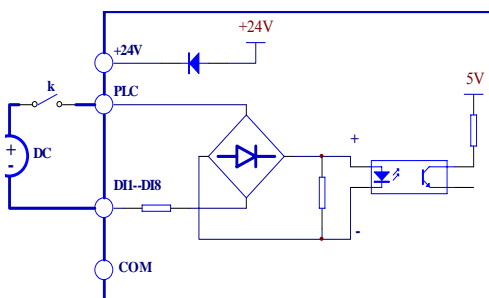

图 3-20 使用外部电源的连线方式
2) 使用外部电源，源极接线方式如图3-20（注意去除PLC与24V端子间的连接线）。